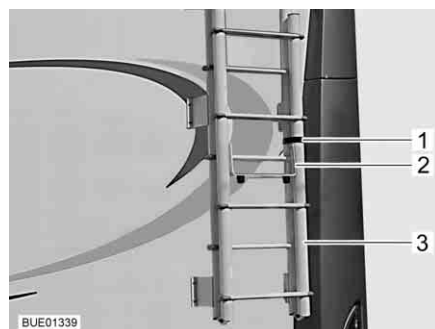

Bild 2 Klappbare Leiter, Leiter nach oben geklappt
- Riemen (Bild 2,1) an der Leiter (Bild 2,3) am Heck des Fahrzeugs öffnen.
- Schutzbügel (Bild 2,2) ausklappen.